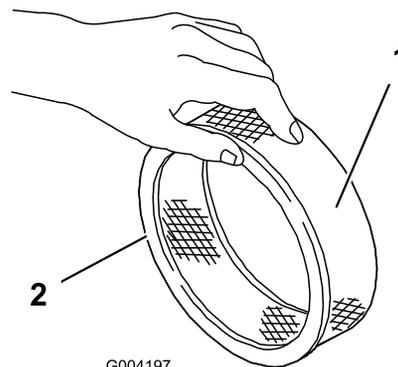

Figure 42
- Vérifiez que l'élément en papier n'est pas déchiré ni couvert d'une pellicule grasse, et que le joint de caoutchouc n'est pas endommagé (Figure 42).
- Glissez le préfiltre en mousse sur l'élément en papier (Figure 42) avec précaution.